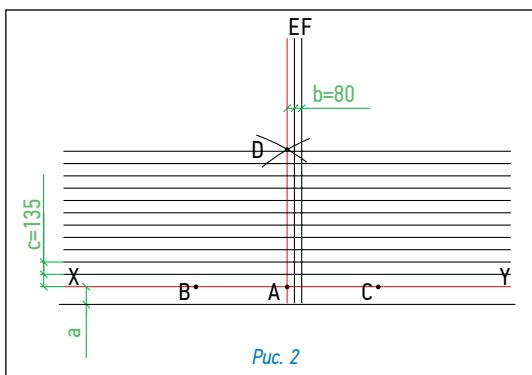

Рис. 2
### Укладка материала (рис. 2)
- Начальный ряд формируется из специальной коньково-карнизной черепицы, либо из листов черепицы обрезанных по линии образованной конечными точками вырезов. Элементы начального ряда укладываются по линии карниза в обе стороны от линии Z (рис. 2а) и фиксируются по нижнему краю битумной мастикой, а по верхней кромке 4 гвоздями (ось гвоздей на 5 см ниже верхнего края полосы);
- далее первый ряд черепицы укладывается от линии AD (рис. 2б);
- второй ряд укладывается от линии Z (со смещением 12,5 см от AD) (рис. 2б);
Для крепления гибкой черепицы используются гальванизированные кровельные гвозди (FeZn) улучшенного прилегания (ершевые, кручёные) с гладкими широкими шляпками (диаметр гвоздя – не менее 3 мм, диаметр шляпки не менее 9 мм). Длина гвоздей зависит от толщины и типа обрешетки. Каждый лист гибкой черепицы крепится 5 гвоздями в штатных местах таким образом, чтобы гвоздь прошивал и верхний край нижележащего листа черепицы (рис. 2б). При укладке черепицы на скатах с уклоном больше 60° лист должен крепиться 7 гвоздями (рис. 2б).
### Разметка крыши (рис. 2)
- Начальный ряд формируется из специальной конько-карнизной черепицы, либо из листов черепицы обрезанных по линии образованной конечными точками вырезов. Элементы начального ряда укладываются по линии карниза в обе стороны от линии Z (рис. 2а) и фиксируются по нижнему краю битумной мастики, а по верхней кромке 4 гвоздями (ось гвоздей на 5 см ниже верхнего края полосы);